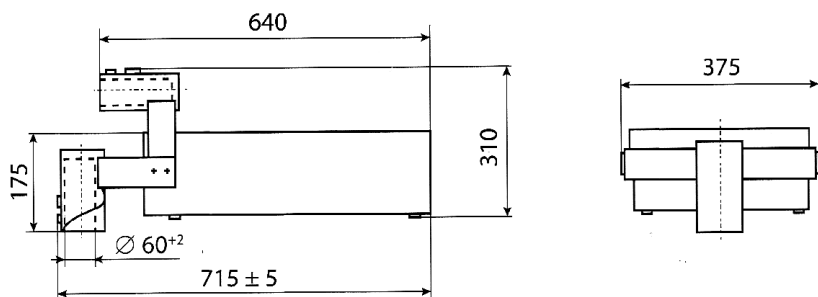

Рисунок 1 – Светильник консольный «Эльф ПП»
2.1 Светильники консольные «Эльф ПП» (рисунок 1) предназначены для наружного освещения: освещение наземных пешеходных переходов.